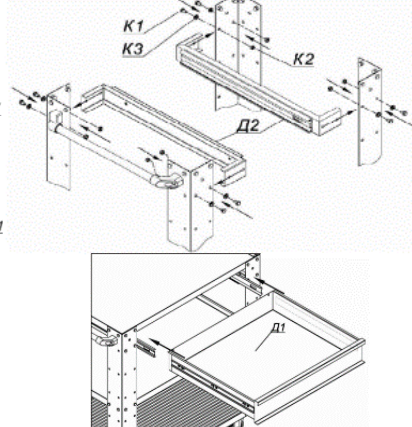
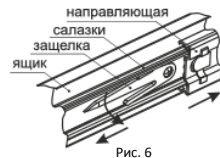

Рис.4 Схема сборки ящика для МЛОС-010011
Рис. 6
- установить кронштейн ящика (D2) к стойкам (Рис. 4) с помощью метиза (K1, K2, K3);
- установить ящик в изделие по направляющим (Рис. 4). Для извлечения ящика необходимо полностью выдвинуть ящик из тележки и отжать рычаги защёлки с двух сторон ящика (рис. 6).